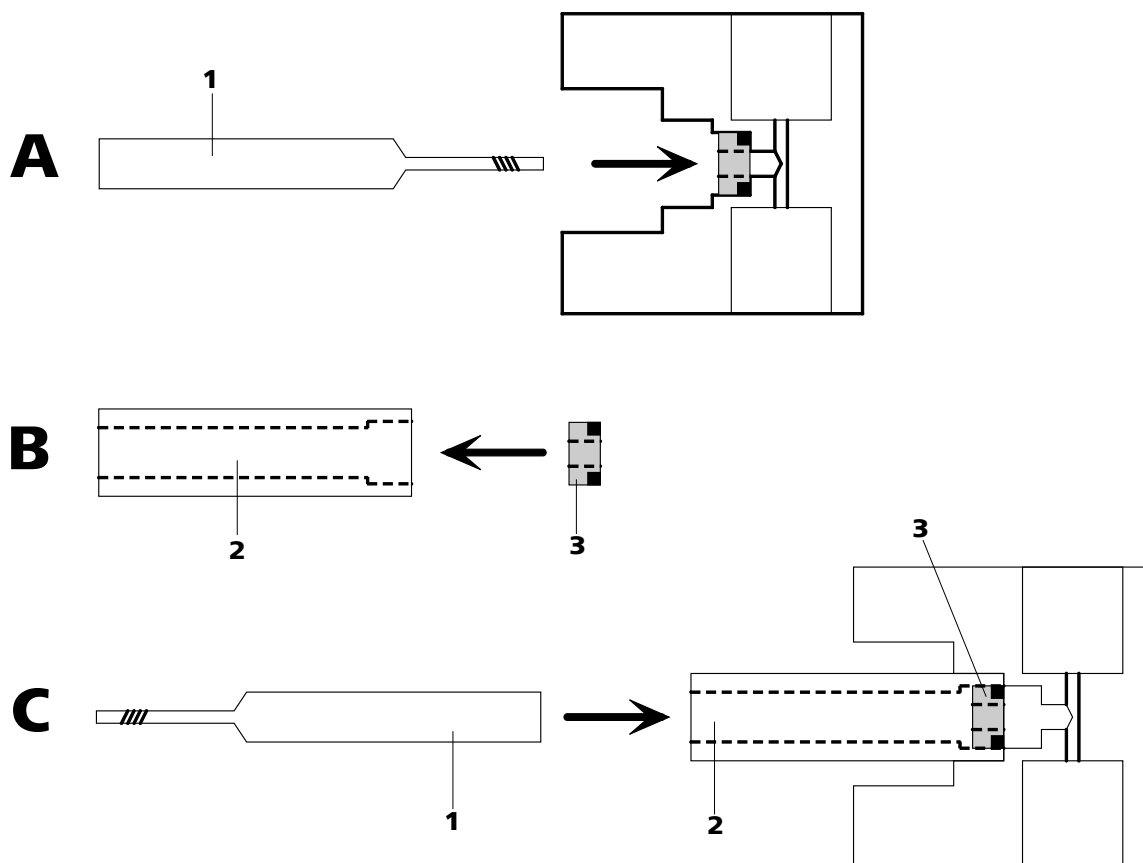

Figura 35 Cambiar la junta de pistón
- Enrosque la herramienta especial (35-1) por el lado estrecho en la junta de pistón y extraiga esta última (véase Figura 35, página 72).
- Inserte con la mano la nueva junta de pistón en la cavidad de la herramienta especial (35-2)(véase Figura 35, página 72).El resorte de junta debe encontrarse en el lado exterior.
- Introduzca la herramienta especial (35-2) con la junta de pistón en el cabezal de bomba (18-4) y empuje la junta con la herramienta especial (35-1) al interior de la cavidad del cabezal de bomba (véase Figura 35, página 72).